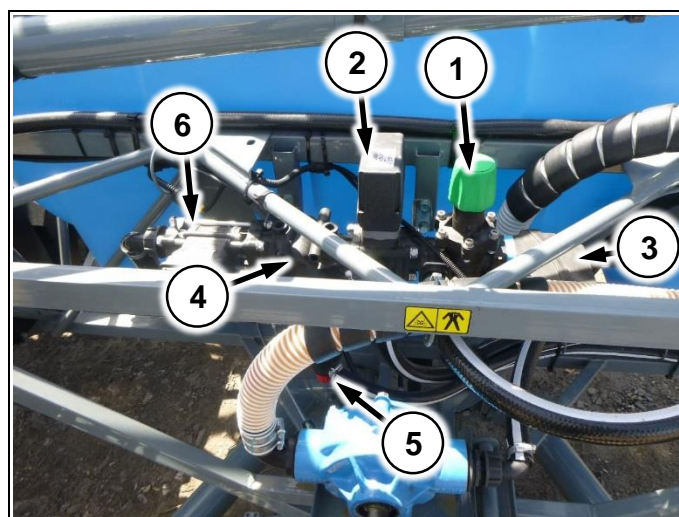
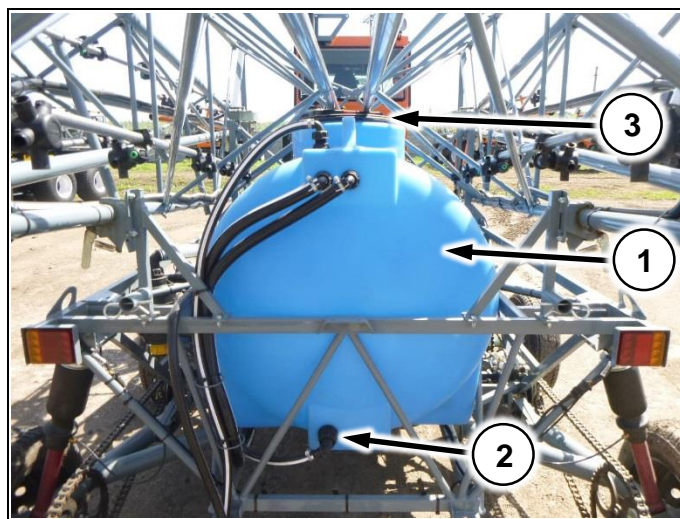

Рис. 49
Рис. 52
- (Рис. 49/1) – предохранительный клапан (байпас)
- (Рис. 49/2) – регулирующий клапан
- (Рис. 49/3) – главный клапан
- (Рис. 49/4) – фильтр тонкой очистки
- (Рис. 49/5) – кран для самоочистки фильтра тонкой очистки (подключен к гидромешалке)
- (Рис. 49/6) – расходомер
При работе большими расходами закройте кран на фильтре тонкой очистки (Рис. 49/5).
Предохранительный клапан (Рис. 49/1) настраивается на заводе на давление 6-7 атм. и не нуждается в регулировке.
|  | <p>При подключении проводов соблюдайте маркировку провода с компонентом распределителя:</p> <ol style="list-style-type: none"> <li>1. М – главный клапан (Рис. 49/1)</li> <li>2. R – регулирующий клапан (Рис. 49/3)</li> <li>3. F – расходомер (Рис. 49/6)</li> <li>4. S – разъем датчика скорости</li> </ol> <p>Провода секционных клапанов помечены цифрами. Отсчет начинать слева направо по ходу движения.</p> |
В бак (Рис. 52/1) поступает вода и препараты при заправке опрыскивателя
Гидравлическая мешалка (Рис. 52/2) предназначена для обеспечения равномерной концентрации рабочей жидкости в баке. Включение/выключение мешалки осуществляется краном на фильтре тонкой очистки (Рис. 49/5)
Сетка (Рис. 54) предотвращает попадание инородных предметов в бак при заправке через заливную горловину (Рис. 52/3)
Предотвращает засорение форсунок от мелких частиц мусора. Расположен на гидравлическом распределителе хим. системы (Рис. 49/4)
2. Установите бак (Рис. 52/1) в специальную нишу на раме